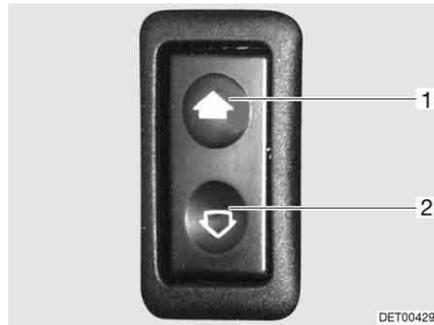

Fig. 30 Interruptor para los elevalunas eléctricos
- Abrir:* ■ Pulsar la parte inferior del conmutador (Fig. 30,2).
- Cerrar:* ■ Pulsar la parte superior del conmutador (Fig. 30,1).